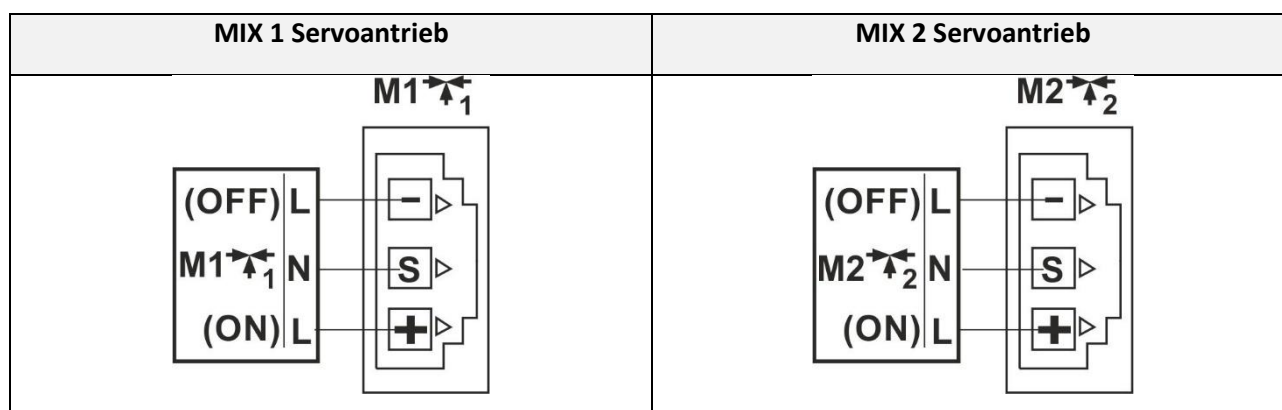

Abbildung 26: Verdrahtungsplan der MIX-Antriebe
- Verbinden Sie den MIX-Antrieb mit der Steuerung über den Stecker an der linken Wand des Schaltschranks mit der Steuerung (siehe Abbildung 26) gemäß der technischen Dokumentation des Antriebsherstellers. Achten Sie auf die richtige Bezeichnung der Adern zum Öffnen und Schließen des Ventils.